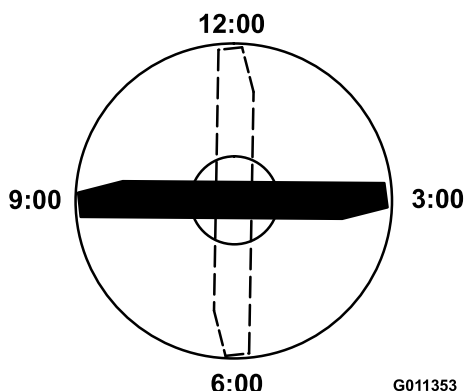

図 69
4. ブレードの印の付いているほうの端部を12時の位置車両進行方向に向け 図 69、作業台の表面からブレードの切っ先までの高さを測定する。
5. 印の付いている端部を3時の位置と9時の位置に向けて 図 69それぞれ高さを測定する。